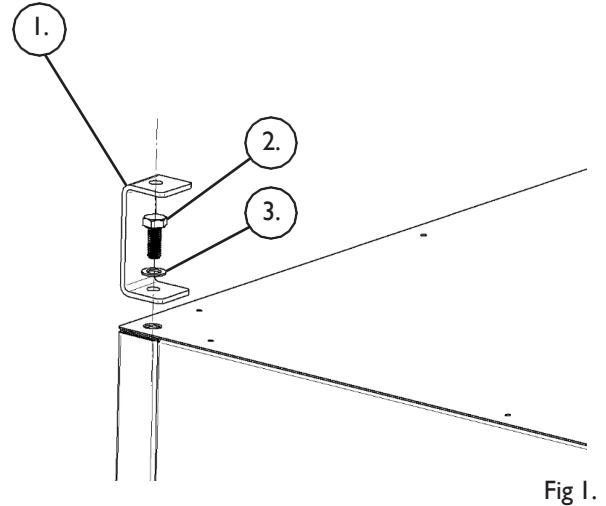

Fig 1.
1. Pendelfäste (se fig 1.)
2. Bult M8 (se fig 1.)
3. Bricka (se fig 1.)